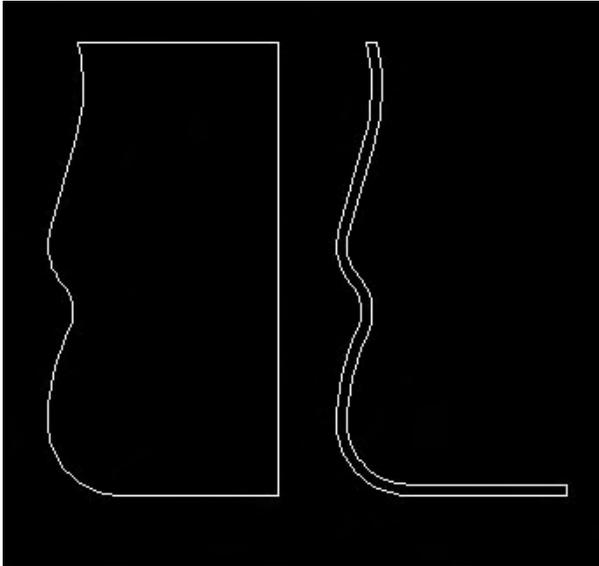

Fig.4.34
- 4 Donnez une épaisseur de 2mm au verre à l'aide de la fonction Décaler (Offset) (fig.4.34).